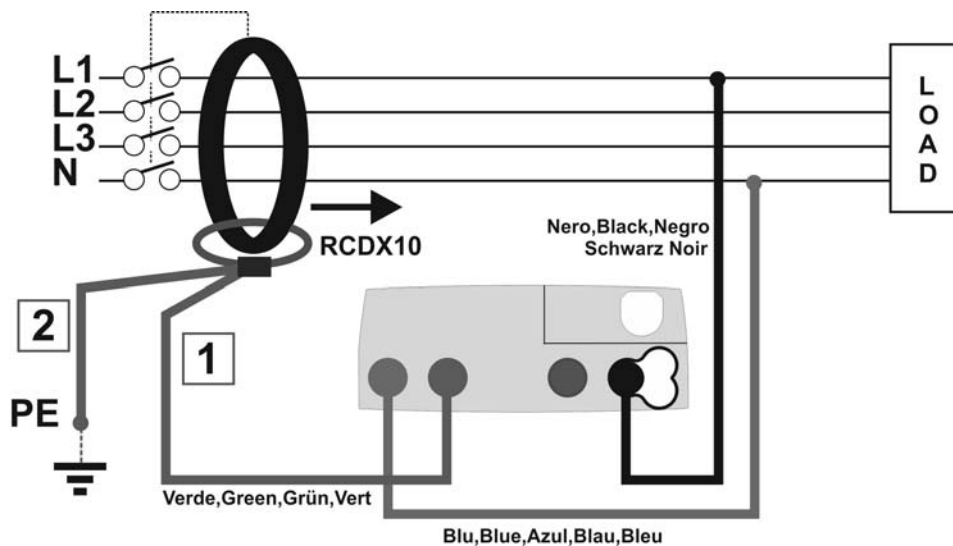

Fig.1: Conexión del accesorio RCDX10
- Conecte siempre el cable del accesorio correspondiente al número "1" al instrumento y el cable correspondiente al número "2" a la referencia de tierra (vea la Fig1)